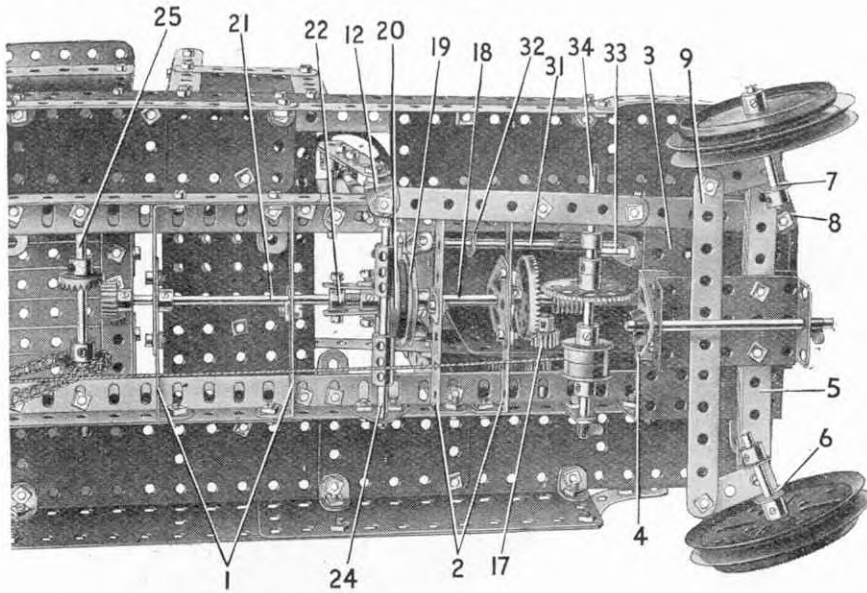

Fig. 8.7c
Les longerons du châssis du modèle sont constitués par deux cornières de 25 trous qui se recouvrent sur dix trous. Ces pièces sont réunies l'une à l'autre à chaque extrémité par une cornière de 11 trous, et au centre par quatre bandes coudées de 90×12 , 1 et 2 (Fig. 8.7c). Une plaque à rebords de 9×6 (3) est fixée au châssis par quatre supports plats, et porte deux embases triangulées coudées, dont une apparaît en 4. L'essieu avant est formé par trois bandes de 11 trous 5 boulonnées à une plaque à rebords de 6×4 qui pivote sur une tringle de 9 cm, passée dans les embases triangulées coudées 4 et tenue en place par des clavettes.
Un pignon de 19 dents (17) (Fig. 8.7c) monté sur l'arbre d'entraînement du moteur engrène avec une roue de champ de 50 dents fixée sur une tringle de 9 cm. (18). Cette tringle est montée dans une embase triangulée plate et dans un support plat boulonné aux bandes coudées 2 et elle porte une poulie de 38 mm. (19). Cette tringle dépasse légèrement du moyeu de la poulie 19 et porte une poulie folle de 25 mm. munie d'un anneau de caoutchouc. Une roue à boudin de 28 mm. (20) est folle sur un anneau de caoutchouc. Une roue à boudin de 28 mm. (20) est folle sur une tringle de 11,5 cm. (21) qui passe dans une embase triangulée plate et dans un support plat boulonné aux bandes coudées 1. Deux supports plats sont fixés aux trous taraudés de la roue à boudin par des écrous et des boulons, et une bague d'arrêt est fixée dans les trous allongés des supports plats par deux boulons. La bague d'arrêt est bloquée sur la tringle 21, et un ressort de compression est logé entre la bague d'arrêt et la roue à boudin de telle sorte que cette dernière appuie fortement contre la poulie folle de 25 mm. munie d'anneau de caoutchouc. L'ensemble donne un embrayage à friction qui peut être débrayé grâce au levier 23.